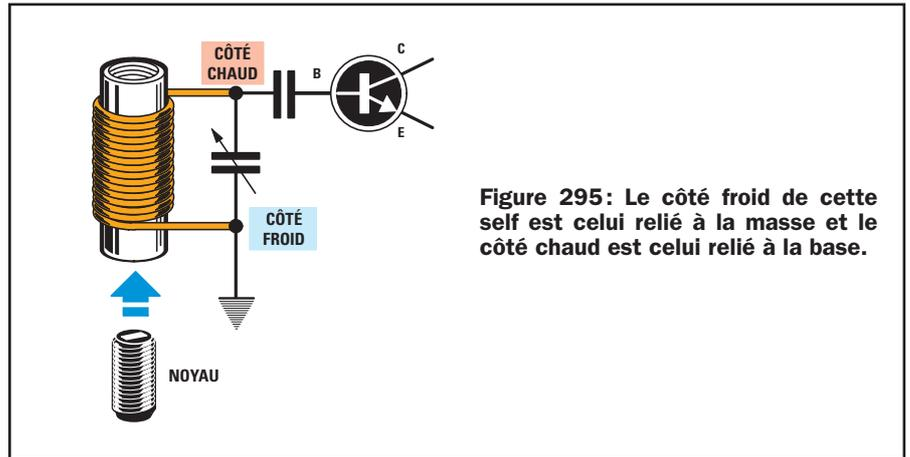
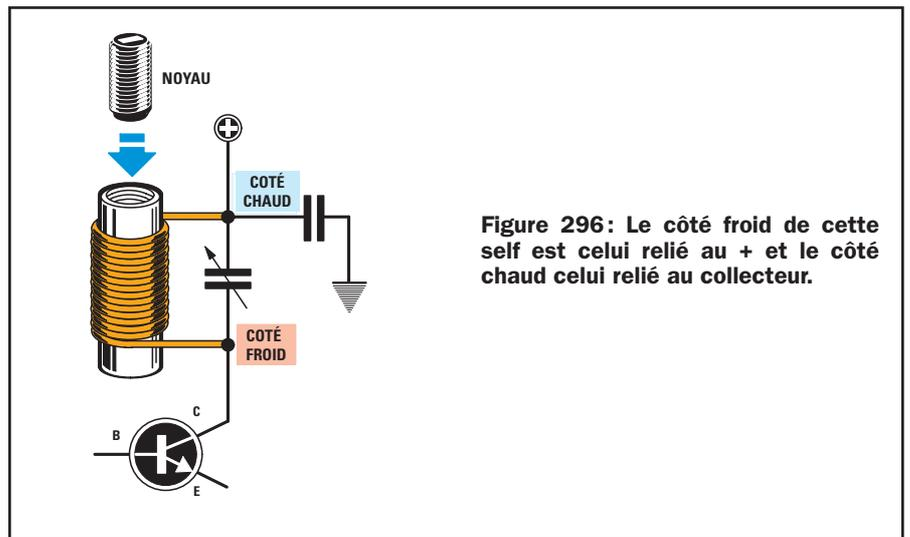

Figure 295: Le côté froid de cette self est celui relié à la masse et le côté chaud est celui relié à la base.
Figure 296: Le côté froid de cette self est celui relié au + et le côté chaud celui relié au collecteur.
- 4 - Si la self d'accord est pourvue d'un noyau ferromagnétique, ce dernier est à insérer du côté froid de la self. On entend par "côté froid" le côté de la self dont l'extrémité du fil est reliée à la masse (figure 295). Si la self est reliée au collecteur du transistor, le côté froid est celui dont l'extrémité du fil est reliée au positif de la tension d'alimentation (figure 296). Si l'on insérait ce noyau du côté opposé (côté chaud), l'oscillateur fonctionnerait aussi, mais le courant con-
Si vous utilisez un support (cela s'appelle un mandrin) avec noyau ferromagnétique, donc un mandrin à noyau (figures 295 et 296), n'oubliez pas qu'au plus vous vissez ce noyau à l'intérieur du mandrin au plus vous augmentez la valeur en  $\mu\text{H}$  (l'inductance) de la self. ◆